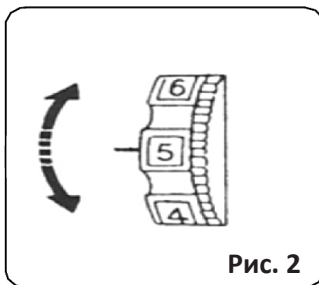
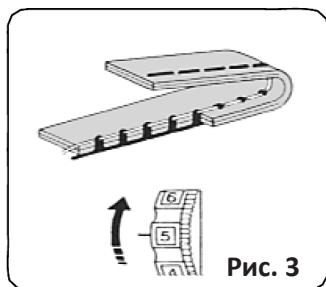

Рис. 2
Рис. 3
- Базовая установка для натяжения нити - «3-4» (рис. 2). Чтобы увеличить натяжение, поверните регулятор в положение с большим значением. Чтобы уменьшить натяжение, поверните регулятор в положение с меньшим значением (рис. 3).